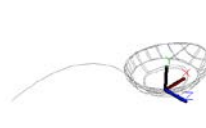

图 11.131 圆弧效果
(15) 单击【圆弧】按钮 , 根据命令行提示, 依次输入 (1.5, -4, -7.5)、(@-10, 9.4)、(@-16, 1), 绘制圆弧, 如图 11.131 所示。